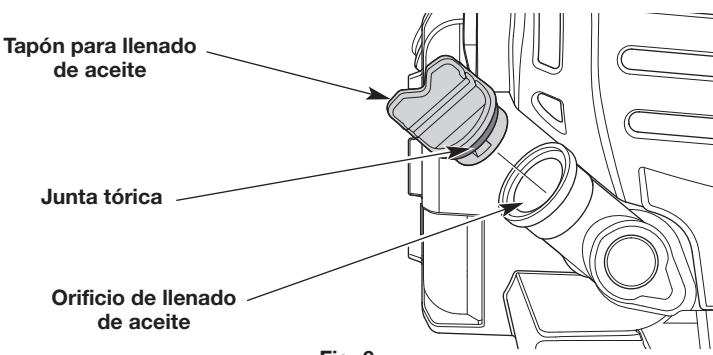

Fig. 6
4. Desenrosque el tapón de llenado de aceite (Fig. 6).
5. Vierta todo el contenido de la botella dentro del orificio de llenado de aceite (Fig. 6). **NO** llene el depósito en exceso. Consulte *Control del nivel de aceite*.
NOTA: Compruebe que la junta tórica esté en su lugar en el tapón de llenado de aceite (Fig. 6).